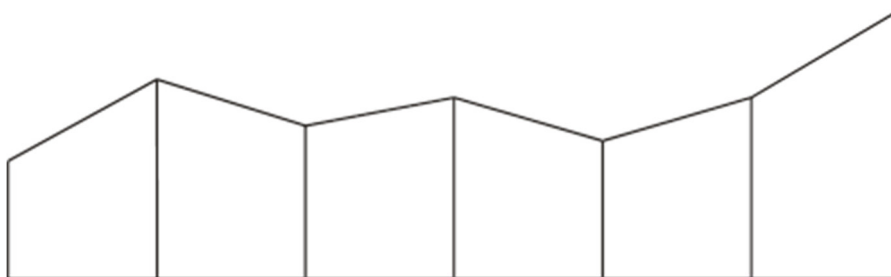

Рисунок 2 - Пилообразный профиль
3. Пилообразный (ломаный) профиль. При таком профиле отрезки пути могут иметь разные направления спуска, но и в этом случае ни одна промежуточная точка не будет выше наивысшей точки в одном конце пути или ниже низшей точки в другом конце пути (рисунок 2)